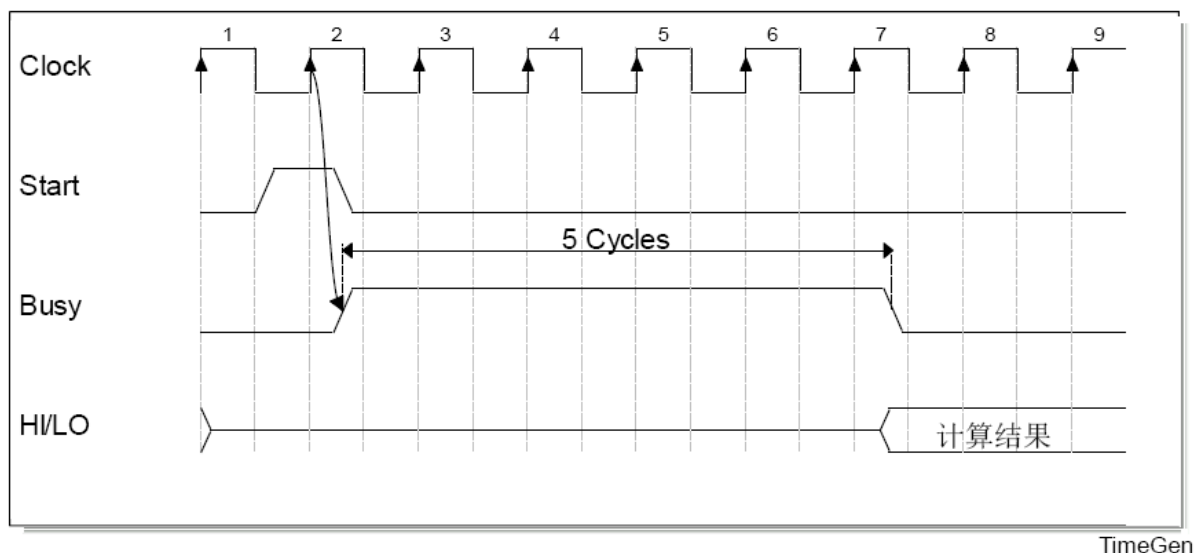

图2 乘法执行延迟(5 cycles)
b) 乘除法运算延迟。我们假定乘/除部件的执行乘法的时间为5个cycle(包含写入内部的HI和LO寄存器)，执行除法的时间为10个cycle。你在乘/除部件内部必须模拟这个延迟，即通过Busy标志来反映这个延迟。图2给出了乘法的计算延迟。